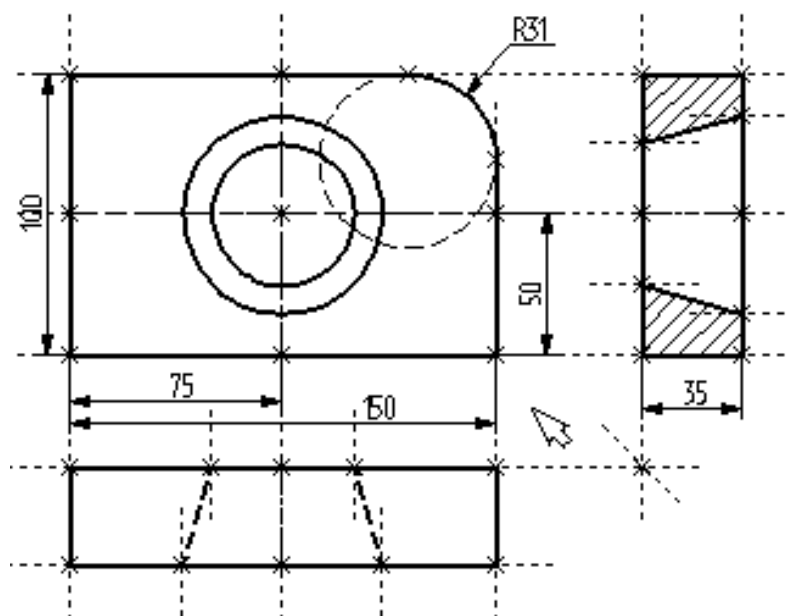

Рис. 1.70
2. Примените действия п.1 для создания остальных линейных размеров (рис. 1.70).